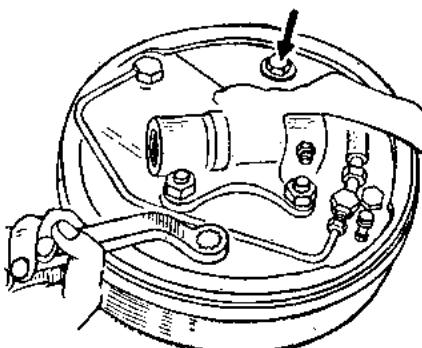

Рис. 74. Регулировка передних тормозов.
2. Вращая колесо вперед, слегка поворачивайте регулировочные эксцентрик передней тормозной колодки, пока колодка не затормозит колесо (рис. 74 и 75).